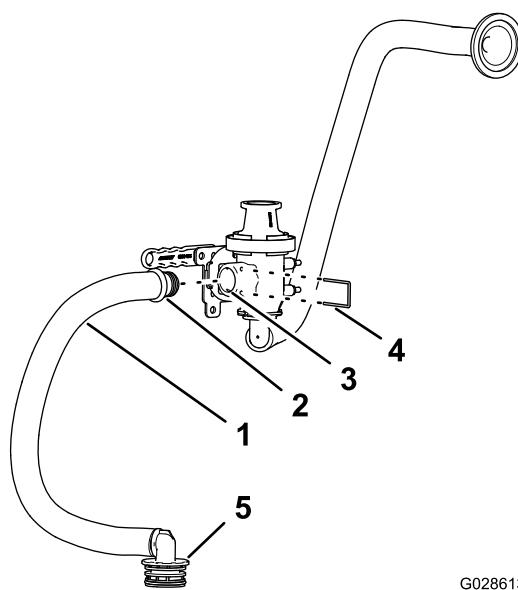

Figura 19
5. Monte a união reta do tubo de distribuição do misturador na porta lateral da válvula do misturador (Figura 19).
6. Fixe a união reta à válvula com a fixação (Figura 19).